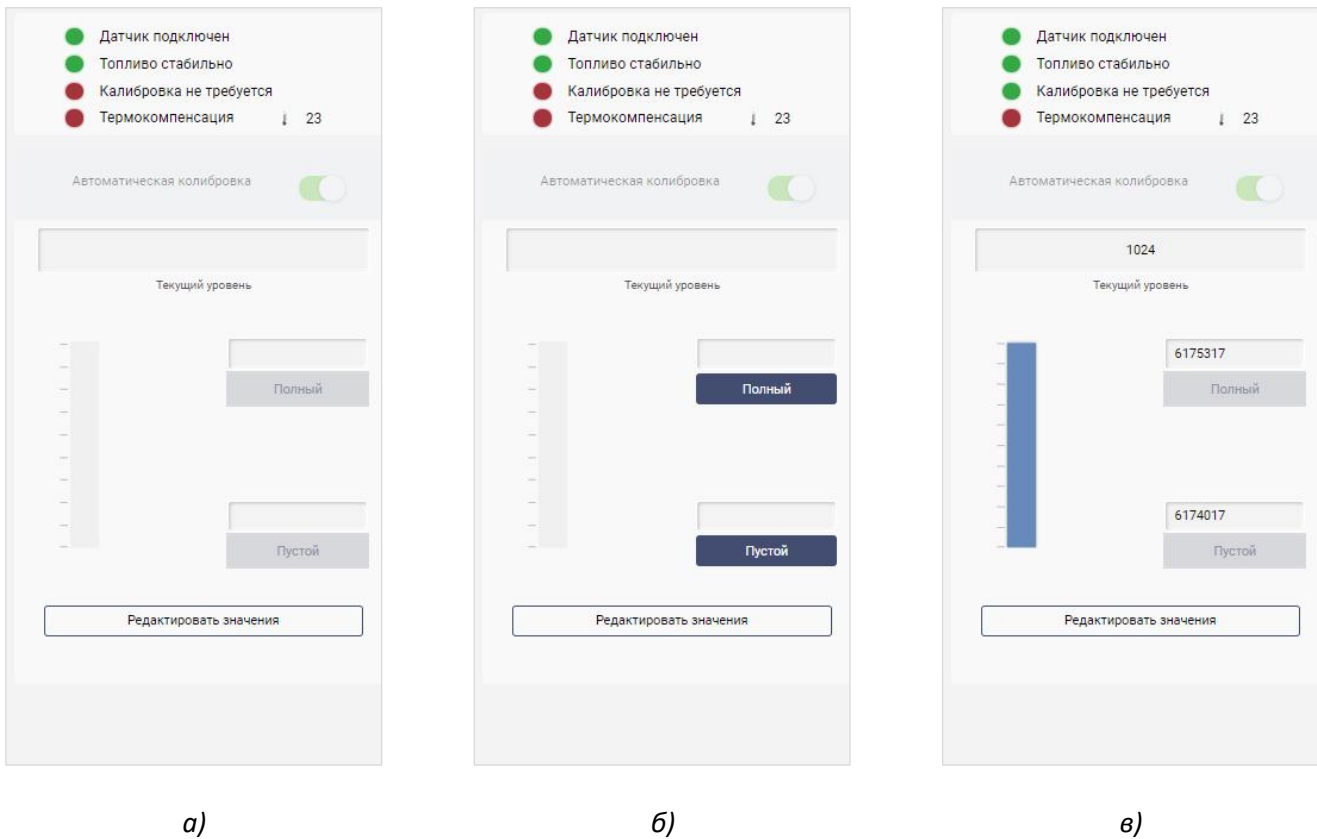

Рис. 19 – Раздел калибровки «пустой/полный» ДУТ.
- **красный** - калибровка ДУТ не выполнена (см. Рис.19а)
- **зеленый** - калибровка ДУТ выполнена (см. Рис. 19в).
Для начала калибровки нажмите кнопку **«Редактировать значения»**. Тогда раздел калибровки примет вид, представленный на Рис.19б.
6. По окончании калибровки **«пустой/полный»** индикатор калибровки становится зеленым, а поля Пустой/Полный будут заполнены полученными значениями (см. Рис.19в).
8. По окончании калибровки «пустой/полный» индикатор калибровки становится зеленым (см. Рис.19в).